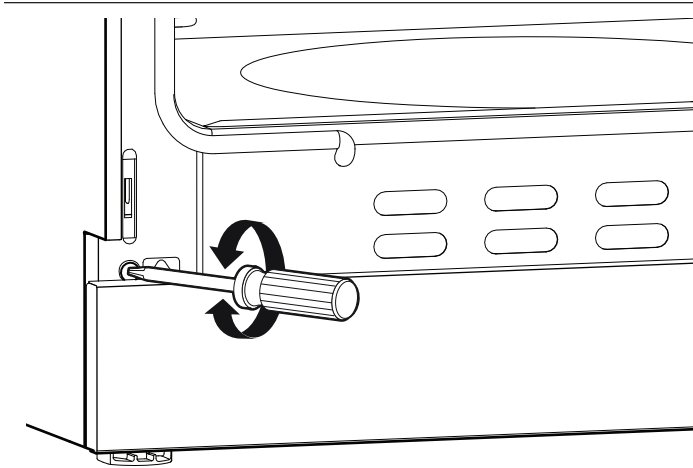

Figure 21 : Vis d'ajustement des charnières
- Vous pouvez ajuster l'inclinaison en vissant ou dévissant à l'aide d'un grand tournevis Torx T-20 la vis Torx de la charnière, située directement au-dessus de la fente de la charnière. Tournez la vis jusqu'à ce que la porte soit correctement alignée (Figure 21).